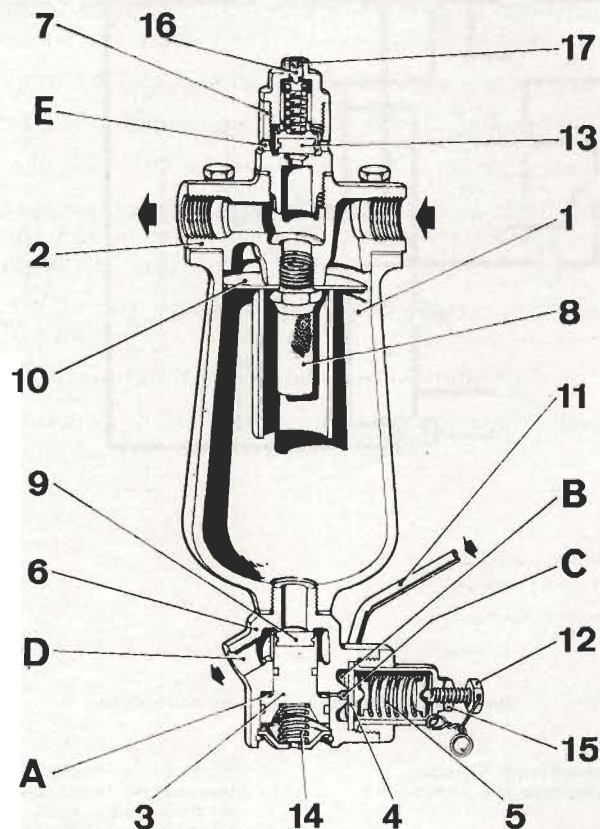

Fig. 11.2. — Depurador-regulador de aire
- Depurador-regulador de aire** (fig. 11.2). Intercalado en el circuito entre el compresor y los depósitos. Actúa como filtro de impurezas, expulsa automáticamente el agua condensada, regula la presión del circuito y es a su vez válvula de seguridad.
Elementos componentes (Fig. 11.2).